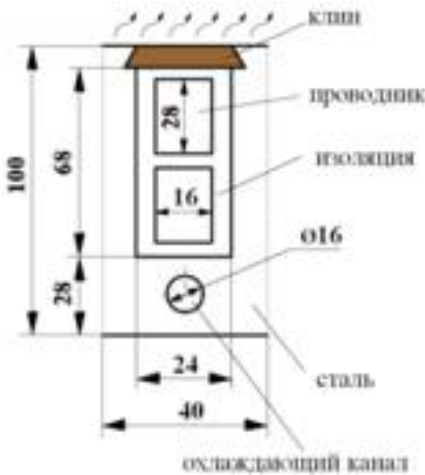

Рис. 6.1
2. Зададим геометрию модели. Необходимо начертить модель по размерам данным на Рис. 6.1, на поле, выставив шаг привязки сетки по 4 мм. По аналогии с первой лабораторной работой должна получиться модель представленная на Рис 6.2а. с сеткой конечных элементов Рис. 6.2б.